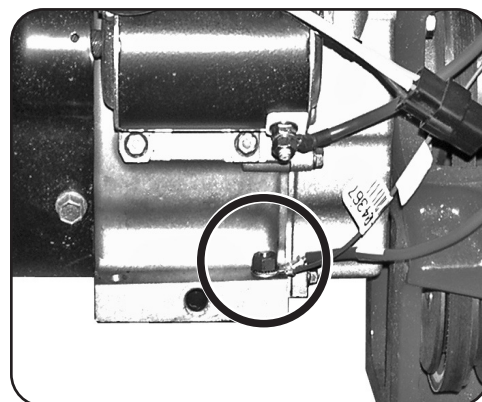

Figure 3-3
1. Effectuez la mise à la masse des fils verts (fils rouges pour les motoculteurs à démarrage électrique) au bloc moteur. Voir Figure 3-3.